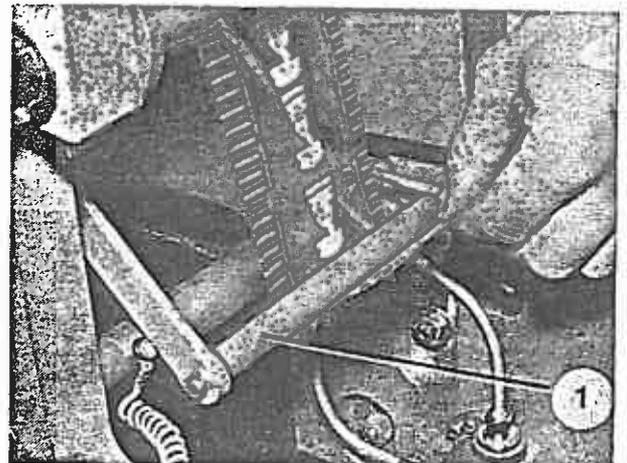

Bild 74
5. Einwickler hinter der Vorzugswalze nach unten führen, unter dem Pendel (Bild 74/1) verlegen und wieder nach oben führen.